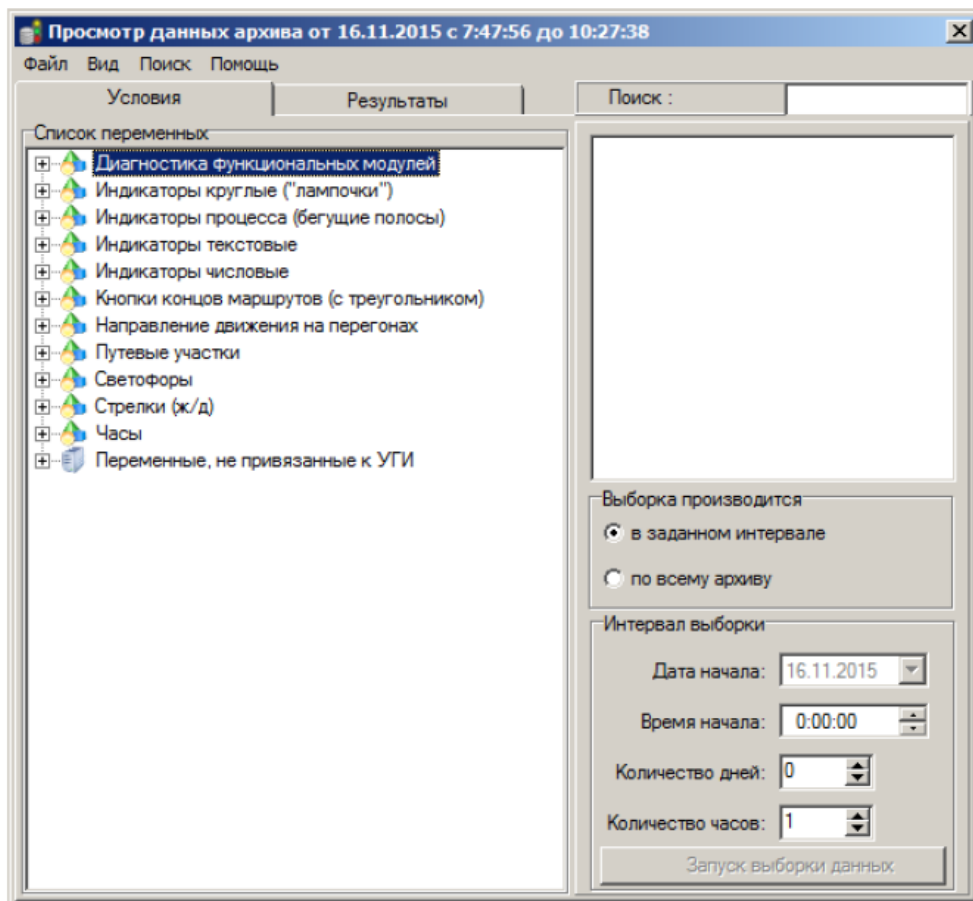

Рисунок 8. Просмотр архива состояний переменных.
7.1.8 Для просмотра архива состояний по заданным переменным нужно выбрать в меню «Архив» главного меню пункт «Просмотр данных» (Рисунок 8). При этом на экране появится форма «Просмотр данных архива» (Рисунок 8). В заголовке окна отображается диапазон подключенной базы данных хранилища.